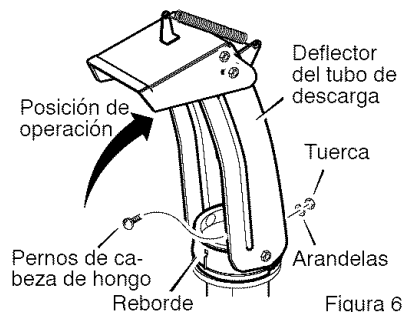

Figura 62
1. Quite el **perno cabeza de hongo**. Vea la Figura 62.